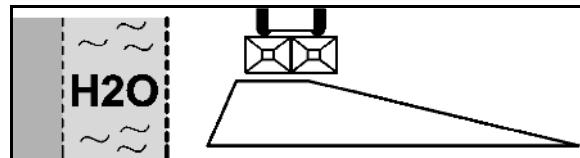

図77
1. Düngeverordnung (肥料に関する指令)に基づく境界散布(図77):